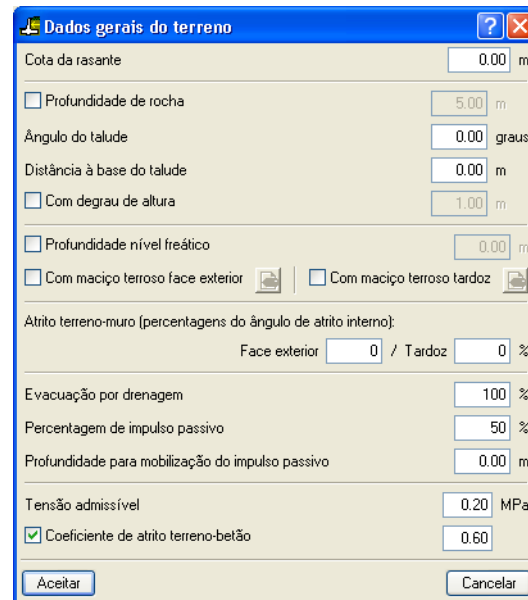

Fig. 3.9
- Coloque os dados gerais, fig.3.9.